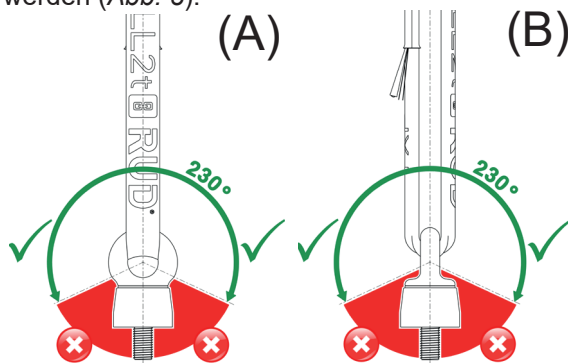

Abb. 8: Zulässiger Schwenkbereich 230° (grün):
- Die TXP-Rundschlinge darf sowohl in Ringebene als auch quer zur Ringebene 230° geschwenkt werden (Abb. 8).